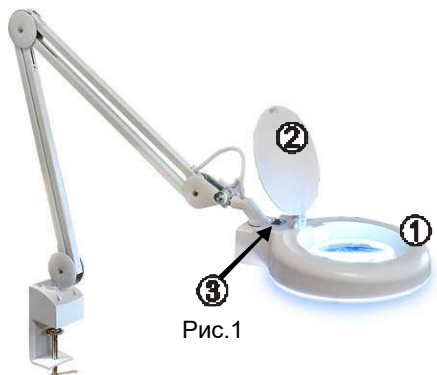

Рис.1
3.6 Включить вилку сетевого шнура Светильника в розетку ~220/230В 50/60Гц, затем освещение – выключателем (3), рис.1.